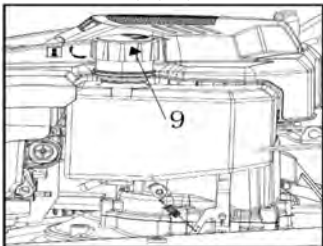

Fig. 6
3. Deșurubați și îndepărtați capacul rezervorului de combustibil (9) (Fig. 6).